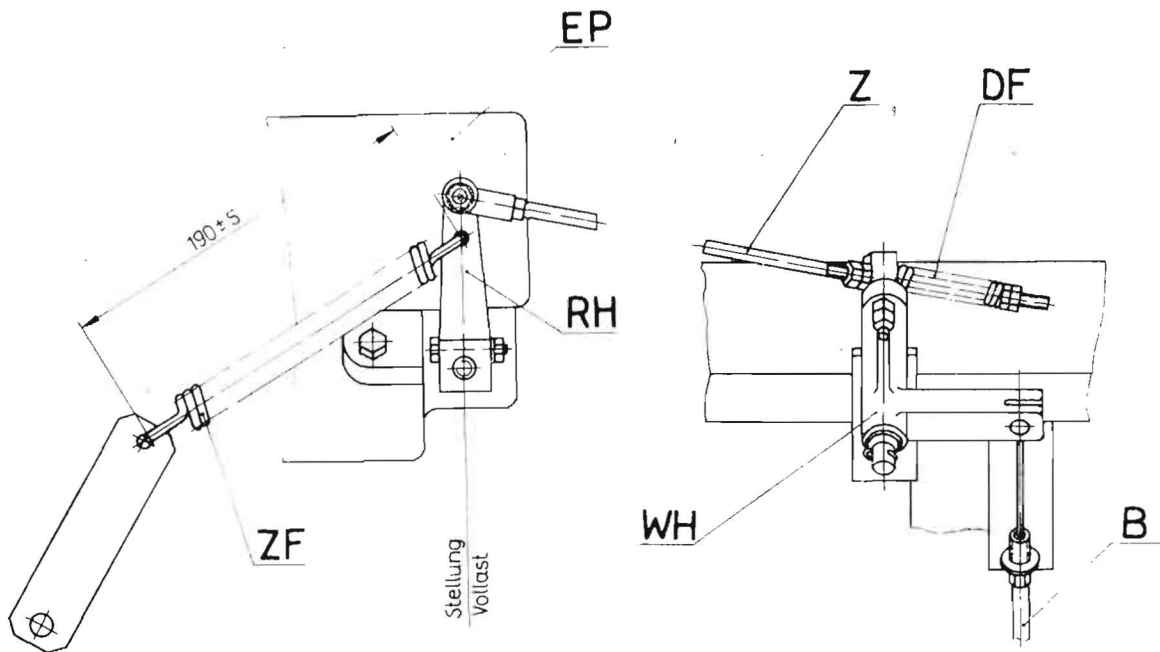

Bild 6/31
Täglich ist vor dem Anlassen des Motors der Öl stand mittels Öl meßstab (OS) zu messen (Bild 6/32).